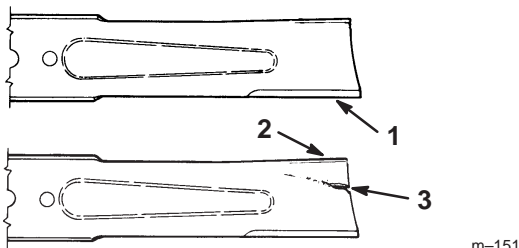

Figure 41
1. Inspectez les tranchants des lames (Fig.41). Si les lames ne sont pas tranchantes ou si elles présentent des indentations, déposez-les et aiguisiez-les (voir Aiguisage des lames, page 33).
2. Inspectez les lames, surtout la partie incurvée (Fig. 41). Remplacez immédiatement toute lame endommagée, usée ou qui présente une entaille (repère 3 de la Fig. 41).